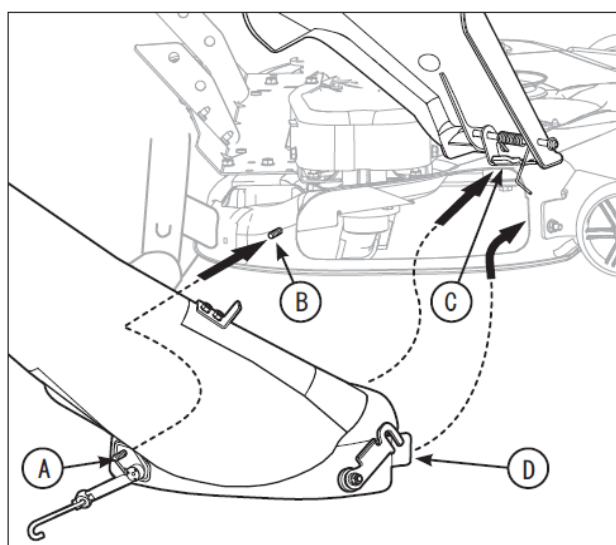

図 11
2. 集草用排出口カバーの左側を、1/4-20 の根角ボルト（図 11 の B）（組み立て-モア取り付け金具の取り付け-手順 1 で取り付け）に差し込んで、図 11 の A の状態にしてください。